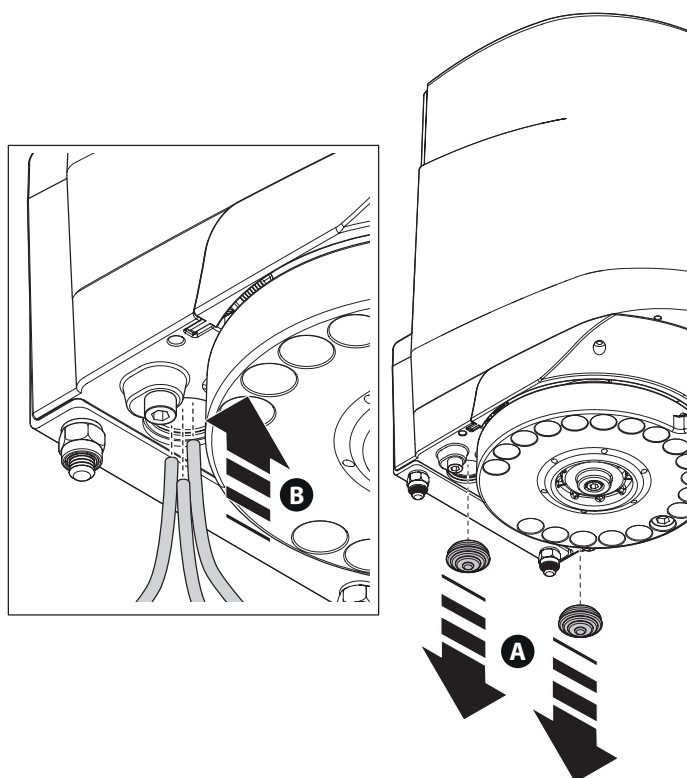

Fig. 22
02. Allentare il passacavo del motoriduttore e inserire nel suo foro i cavi di collegamento **fig. 22**;